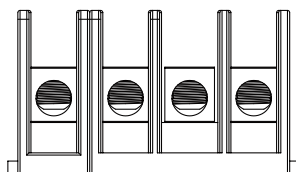

Рис. 5.10 Подключение кабеля перем. тока
- 2) Подключите кабель через распределительную коробку с водонепроницаемой оболочкой и вставьте в зажим (на рисунке 5.9 изображен способ подключения трехфазных линий к распределительной коробке; кабель заземления присоединяется к корпусу инвертора), и используйте отвертку, чтобы прижать жгут проводов к соединительному зажиму, как изображено на рис. 5.10.